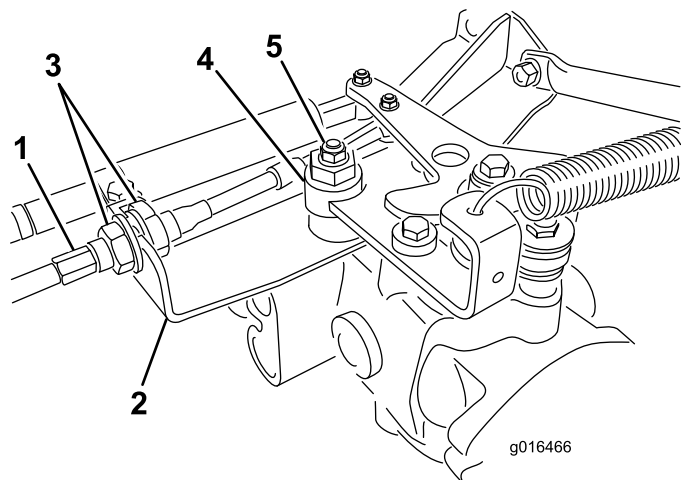

Рисунок 43
- A. Ослабьте контргайки, которые крепят тросик управления тягой к кронштейну на гидростате (Рисунок 43). Ослабьте контргайки одинаково и в степени, достаточной для регулировки.
- B. Ослабьте контргайку крепления эксцентрика к верхней части гидростата (Рисунок 43).
- D. Поворачивайте эксцентрик до тех пор, пока не прекратится медленное вращение колеса в любом направлении. Когда колесо перестанет вращаться, затяните гайку, которая фиксирует эксцентрик и регулировку (Рисунок 43). Проверьте регулировку в положениях дроссельной заслонки МЕДЛЕННО и БЫСТРО.
- E. С каждой стороны кронштейна **равномерно** затяните контргайки, крепящие тяговый тросик (Рисунок 43). Не перекручивайте тросик.